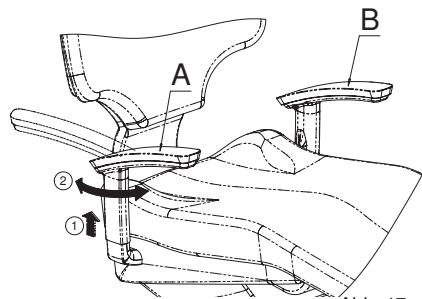

Abb. 17
Damit Sie die optionale Armstütze (A) drehen können, müssen Sie sie zunächst ein wenig anheben (ohne sie abzunehmen), um sie zu entriegeln. Drehen Sie sie dann in die gewünschte Stellung und lassen sie los, worauf sie automatisch wieder einrastet. Auf die gleiche Weise können Sie sie wieder in die Schließposition bringen (Abb. 17).